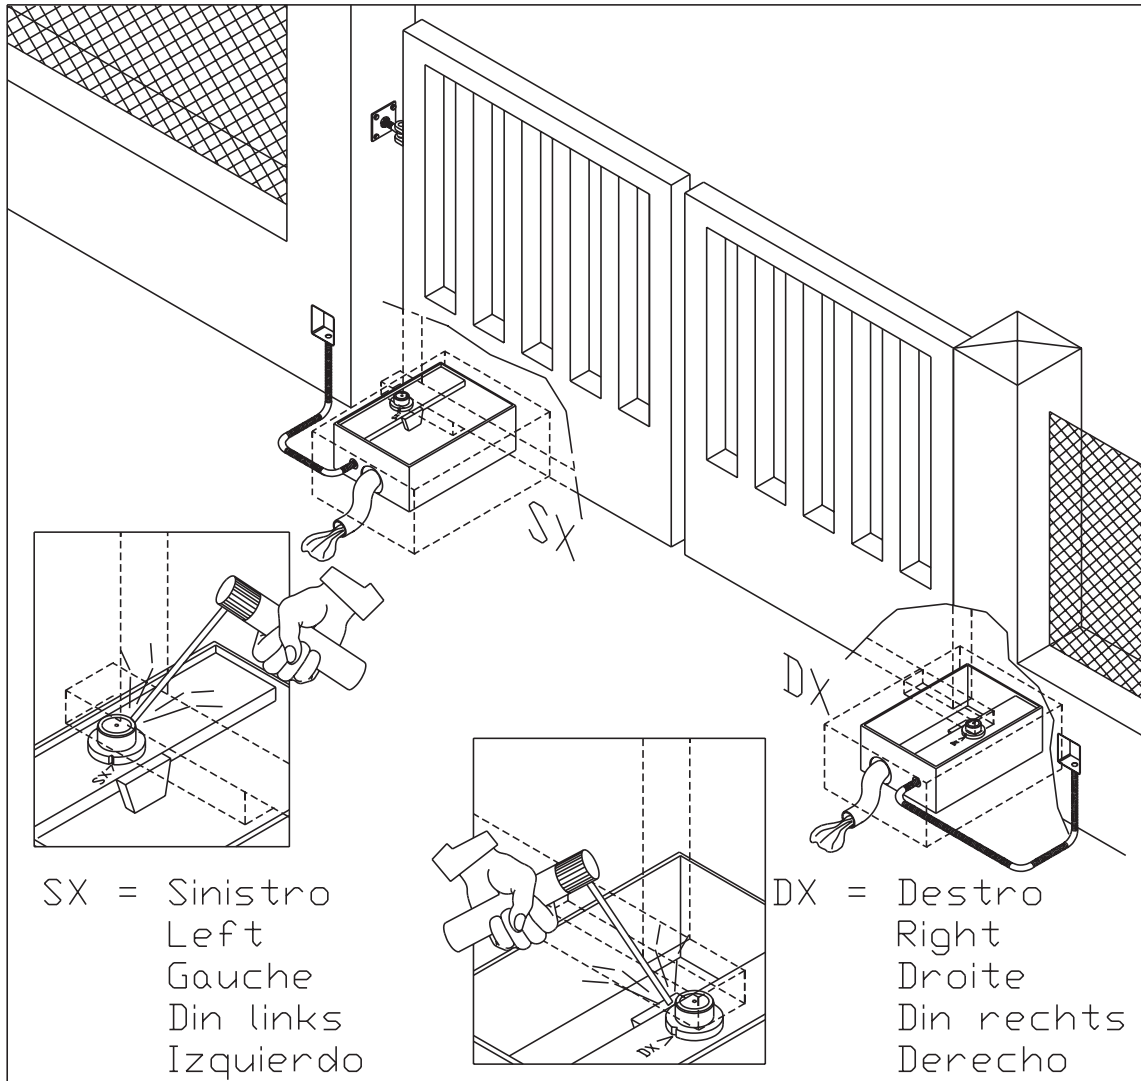

FIG. 4
- Togliere i quattro grani M12 (fig.4-rif.G) fissati nella piastra base dell'operatore.
- Avvitare parzialmente le tre viti M12x 70 (fig.4-rif.V).
- Remove the four M12 (fig.4-rif.G) dowels from the controller base plate.
- Insert the three M12 x 70 (fig.4-rif.V) screws.
- Enlever les quatre vis M12 (fig.4-rif.G) fixées sur la plaque de base de l'opérateur.
- Vissez partiellement les trois vis M12 x 70 (fig.4-rif.V).
- Die vier Madenschrauben M12 (Abb.4-rif.G) aus der Grundplatte entfernen.
- Die mitgelieferten Schrauben M12x70 (Abb.4-rif.V) in die Gewindebohrungen einschrauben.
- 1) Quitar las cuatro clavijas M12 (fig.4-rif.G) fijadas en la placa base del operador.
- 2) Colocar los tres tornillos M12 x 70 (fig.4-rif.V) asignados en el equipamiento base.